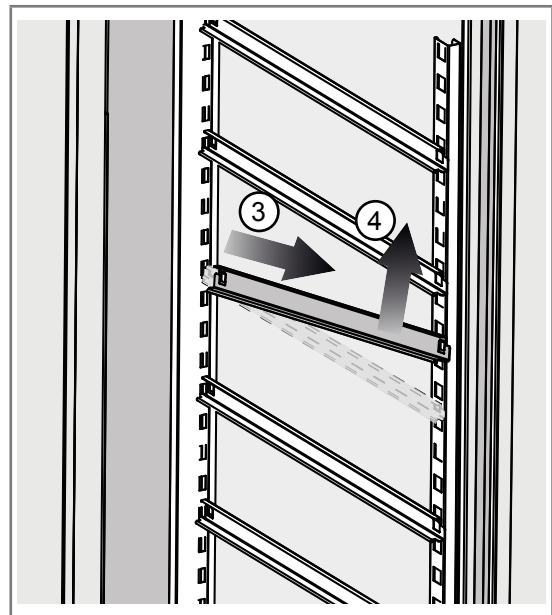

Abb. 6.2 - Entfernen der Führungen
1. Entfernen Sie die Führungen (3 – 4 – Abb. 6.2)